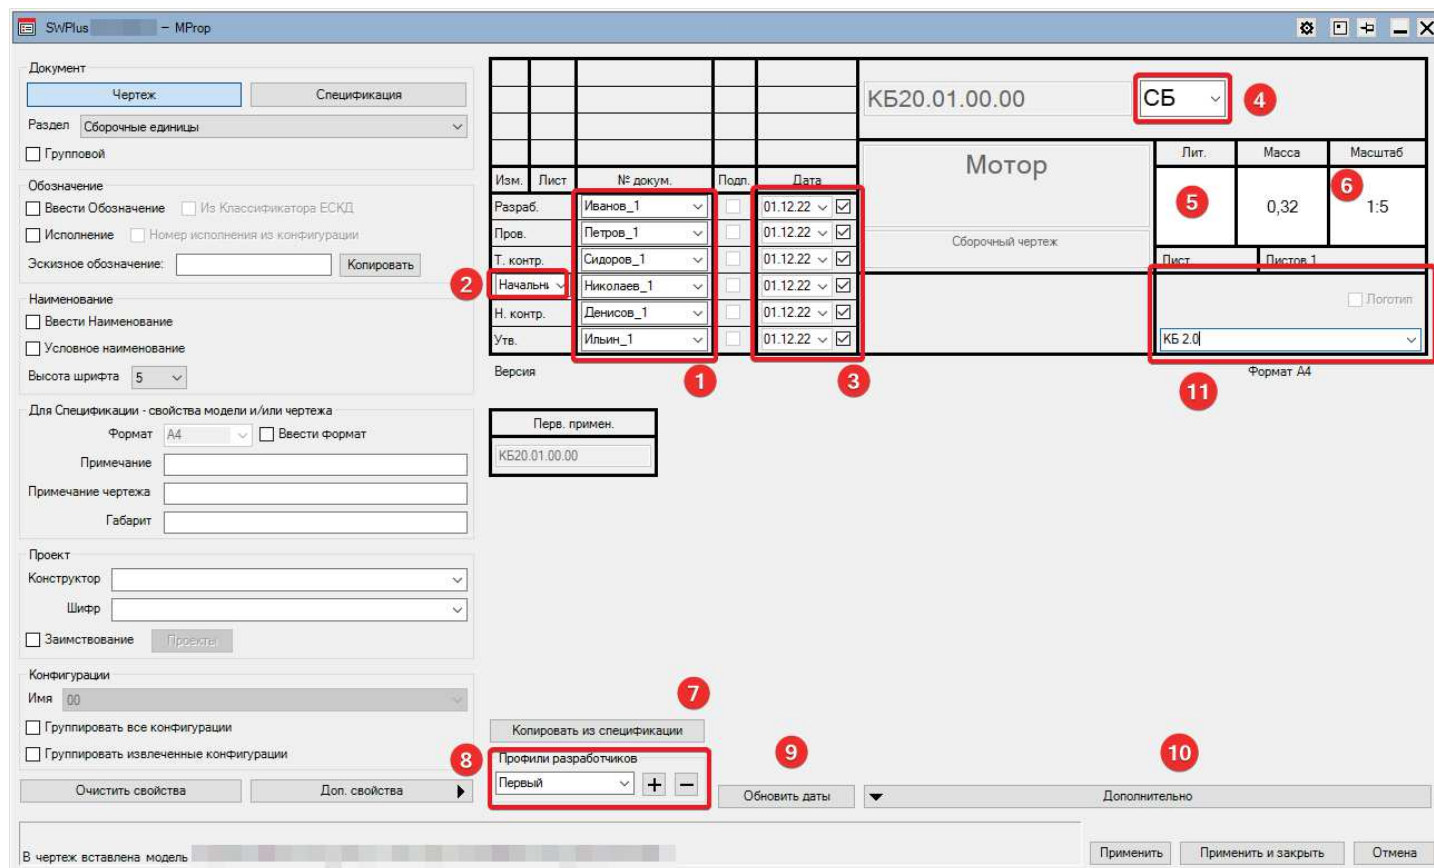

Рис. 34 – Внешний вид диалогового окна MProp для чертежа со спецификацией
Откройте чертеж в SOLIDWORKS и нажмите MProp на панели инструментов SWPlus. Откроется диалоговое окно MProp (рис. 34).
Примечания к рис. 34:
- Поля с фамилиями разработчика и согласующих лиц (рис. 34, п. 1) – значения полей заимствуются из настроек SWPlus из раздела **Списки** -> Список фамилий.
- Поле со списком должностей (рис. 34, п. 2) – значение поля заимствуется из Списка должностей.
- Поля **Дата** (рис. 34, п. 3) – доступен выбор даты подписания документа из календаря. При включении чек-бокса рядом с полем **Дата** в поле выводится текущая дата.
- Поле с выбором кода документа (рис. 34, п. 4) – содержит список кодов документа (СБ, ГЧ, МЭ, МЧ и проч.).
- Поле **Литера** (рис. 34, п. 5) – нажатие на поле ЛКМ вызывает диалоговое окно Литера.
- Поле **Масштаб** (рис. 34, п. 6) – нажатие на поле ЛКМ вызывает диалоговое окно Масштаб.
- Кнопка **Копировать из спецификации** (рис. 34, п. 7) – нажатие на кнопку копирует фамилии разработчиков из спецификации в чертеж. Если вы заполняете свойства спецификации, то кнопка будет называться **Копировать из чертежа** и нажатие на нее будет копировать фамилии разработчиков из чертежа.
- Список **Профили разработчиков** (рис. 34, п. 8) – содержит профили для фамилии разработчика и согласующих лиц. Добавление профиля выполняется нажатием кнопки , удаление - нажатием кнопки . Выбор профиля автоматически заполняет поля с фамилиями (рис. 34, п. 1).
- **Дополнительно** (рис. 34, п. 9). Команда вызова дополнительных полей (см. рис. 35).
- Поле выбора организации или логотипа (рис. 34, п. 10). Если у Вас не задан единый логотип предприятия для всех документов, то поле содержит чек-бокс **Логотип**. Выбор в выпадающем списке наименования предприятия дает возможность включить вывод логотипа этого предприятия в штамп основной надписи документа, если логотип ранее был создан и указан в настройках. См. подробнее о настройке вывода логотипов предприятий в разделе Добавление логотипа предприятия в основные надписи.